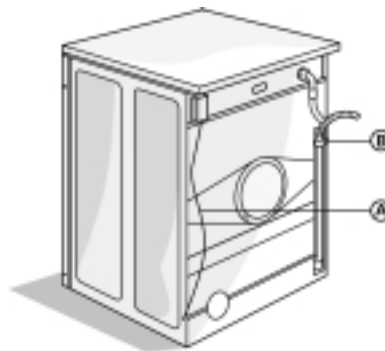

Fig. 1
NE desserrez PAS le raccord du tuyau de vidange ; voir la flèche B à la Fig. 1. A défaut, il y aurait un risque de fuite (danger de s'ébouillanter avec l'eau chaude).
2. Vous pouvez soit fixer le tuyau de vidange au siphon, soit l'accrocher au rebord d'un évier ou d'un lavabo avec la crosse de vidange (voir la Fig. 1). Les petits lavabos ne conviennent pas.